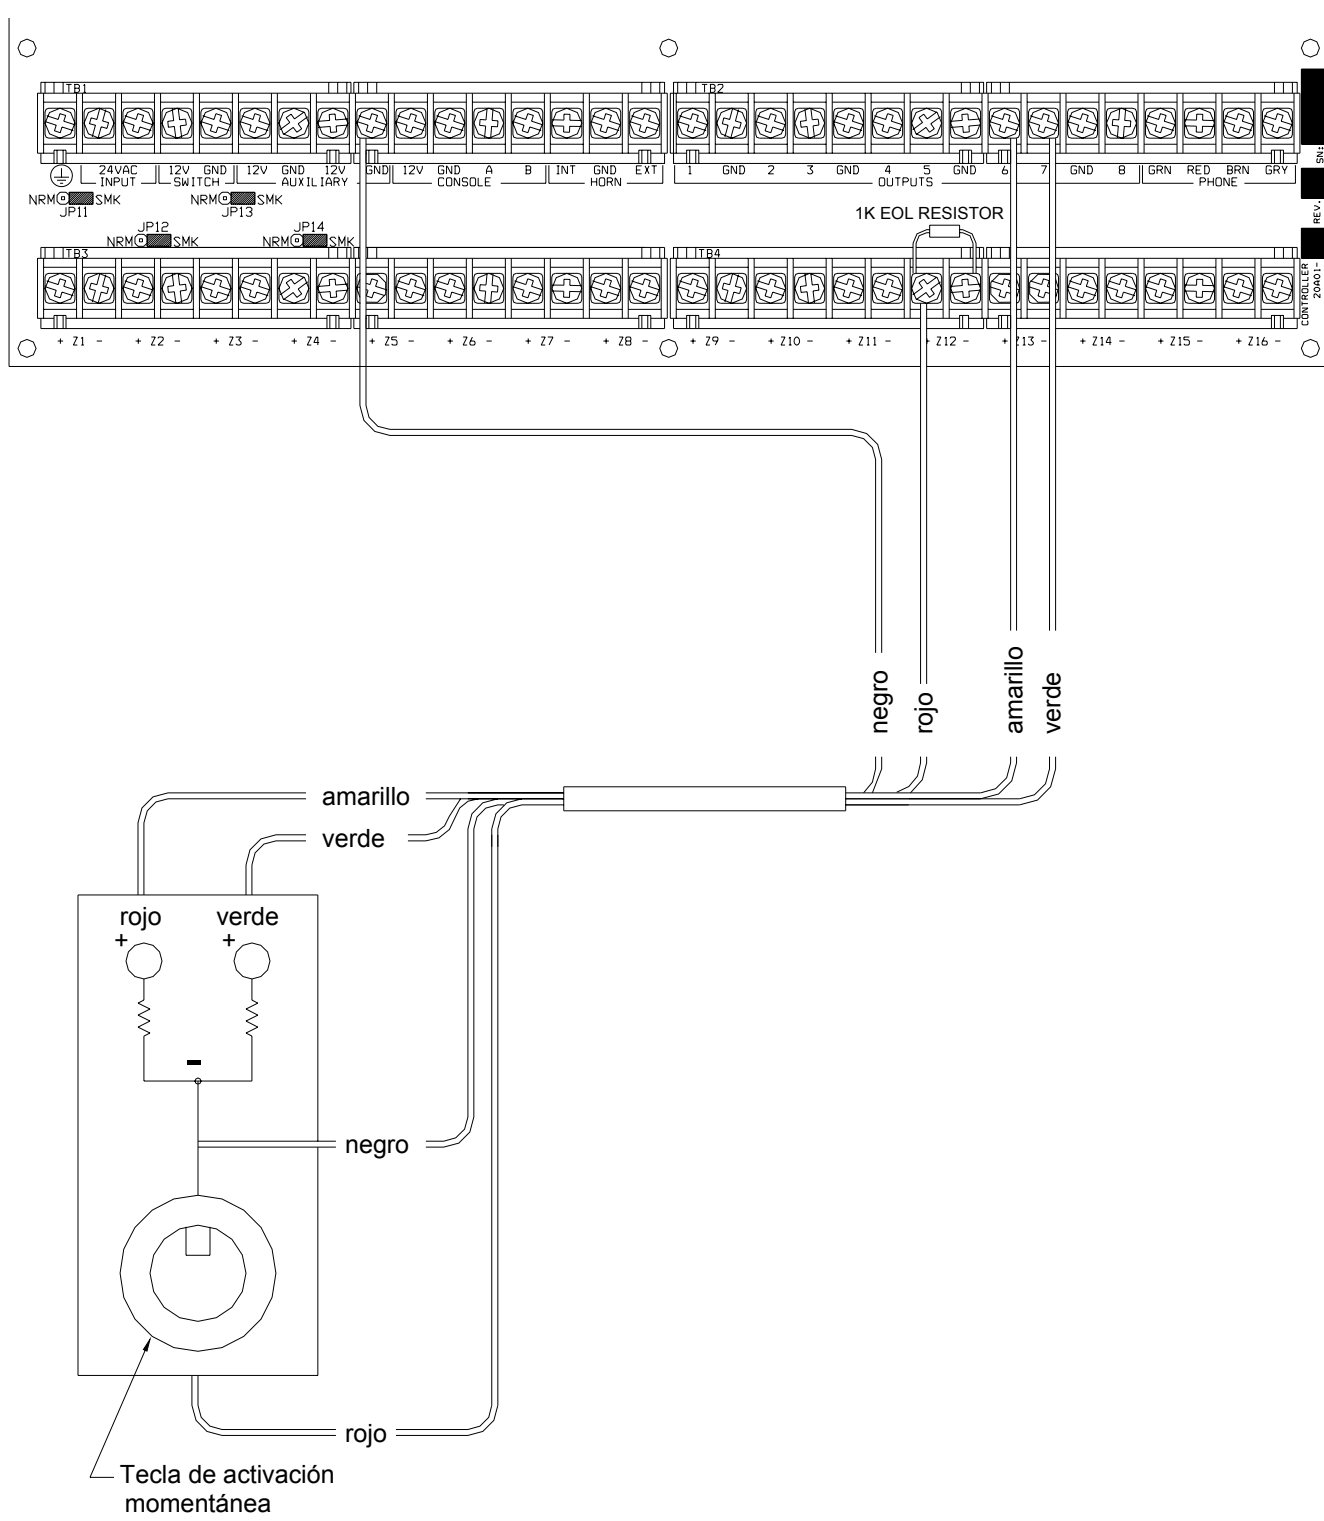

FIGURA 10 - CONEXIONES KEYSWITCH REMOTAS
4. Refierase a la FIGURA 10 (CONEXION DE KEYSWITCH REMOTO) para esta configuracion.